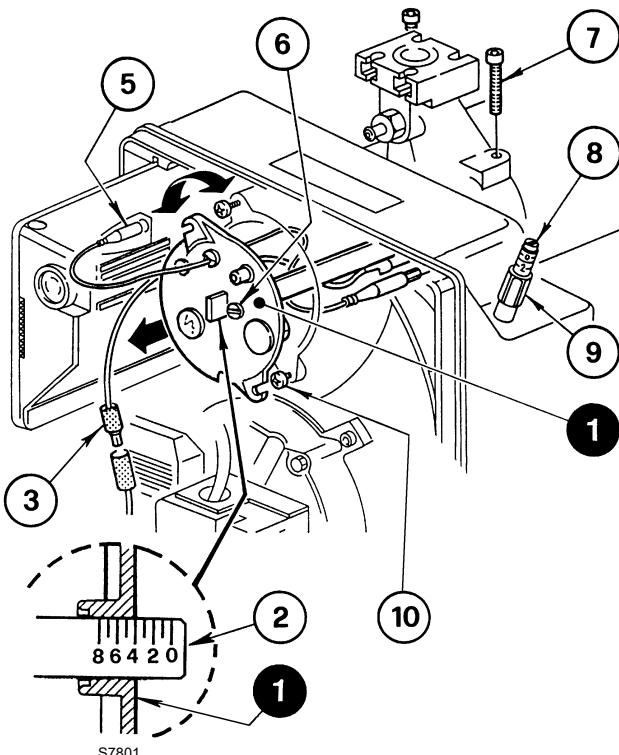

Fig. 11
Si esegue ruotando in senso orario o antiorario la vite di regolazione 6)(Fig. 11) fino a che la tacca incisa sulla staffa di regolazione 2) coincide con il piano esterno del gruppo testa 1).
Nella Fig. 11, la staffa di regolazione della testa è tarata alla tacca 4.
Per l'estrazione del gruppo testa (Fig. 11) è necessario:
Rimontare con procedura inversa a quanto sopra descritto, riposizionando il gruppo testa 1)(Fig. 11) come in origine.
Avvitare le viti 7)(Fig. 11), senza bloccarle fino a battuta. Bloccarle con una coppia di serraggio di 3 - 4 Nm.
Qualora accidentalmente si allentasse la presa di pressione 11)(Fig. 11) si raccomanda il corretto fissaggio assicurandosi che il foro (F) (Fig. 11) posto nella parte interna del gruppo testa 1)(Fig. 11) sia rivolto verso il basso.